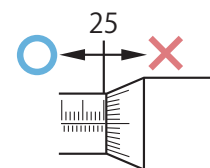

Fig. 2
1. Não forçar a retração do fuso acima do limite superior da faixa de medição, pois isso pode danificar o micrômetro. (**Fig. 2**)